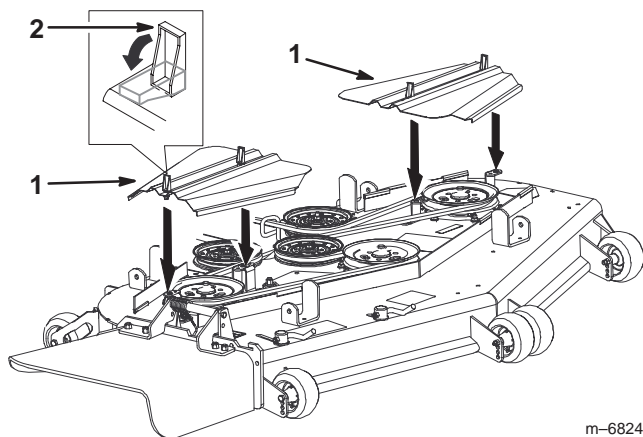

Figure 74
3. Déposez les couvercles des courroies (Fig. 74).
10. Posez et verrouillez les couvercles de la courroie (Fig. 74).